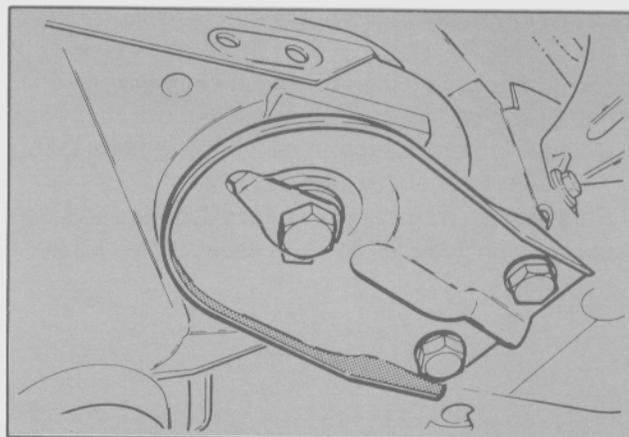

Fig. 36. Fijación del plato de guía
- Colocar los otros tornillos de fijación de la placa guía y ajustarlos al torque especificado (Fig. 36).